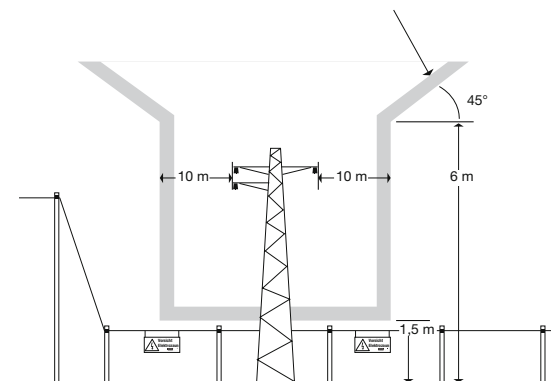

Bild 4. Sicherheitsraum für Hochspannungsfreileitungen (über 1000 V)
- 2) Freileitungen über 1000 V dürfen mit der Zauuleitung und den Zaundrähten nicht überquert werden. Werden Elektrozaunanlagen zu Freileitungen über 1000 V parallel geführt oder unterqueren sie diese, so darf innerhalb eines Schutzstreifens von 10 m beiderseits der äußeren Leiter die Bauhöhe der Elektrozaunanlagen 1,5 m nicht überschreiten (s. Bild 4)